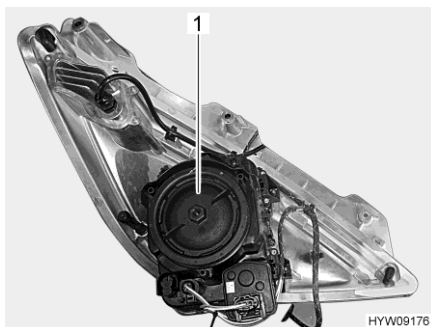

Bild 148 Framstrålkastare (baksida)
- Vrid höljet (Bild 148,1) moturs och tag bort det.
- Sätt tillbaka höljet (Bild 148,1) och dra fast medurs.